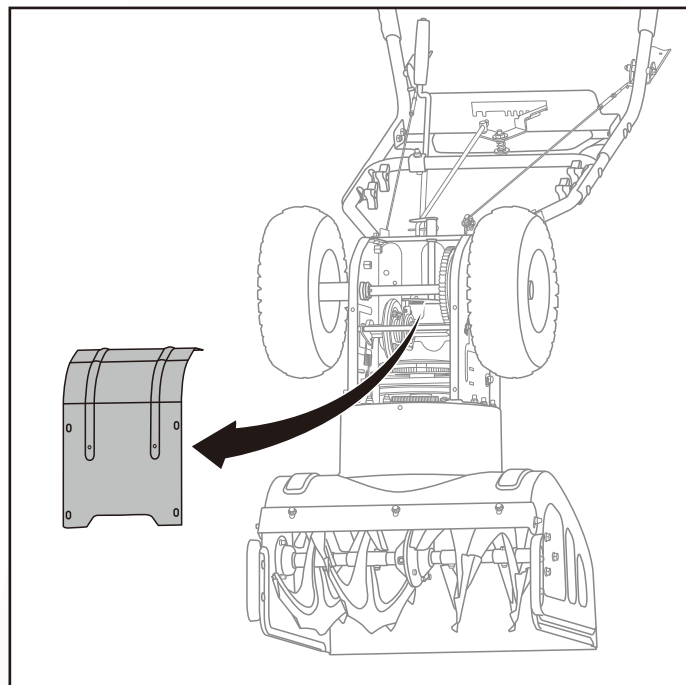

Figura 19B
6. Con cuidado, gire la sopladora de nieve hacia arriba y hacia adelante para que descansa sobre la carcasa de la barrena. Coloque un trozo de cartón en el suelo antes de inclinar hacia adelante. Asegúrese de que todos los fluidos sean retirados y que la bujía esté desconectada. Retire la cubierta del marco desde la parte inferior de la sopladora de nieve quitando los tornillos autorroscantes que la aseguran. (Figura 19B)